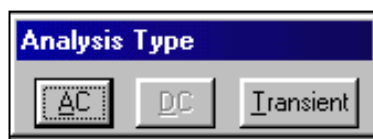

Рис. 7. Выбор режима моделирования
1. **Загрузка.** Программа Probe загружается под управлением PSpice Schematics или автономно. В последнем случае после появления основного экрана программы по команде **File > Open** загружается файл данных с результатами моделирования. При моделировании нескольких режимов предлагается выбрать один из них (рис. 7).